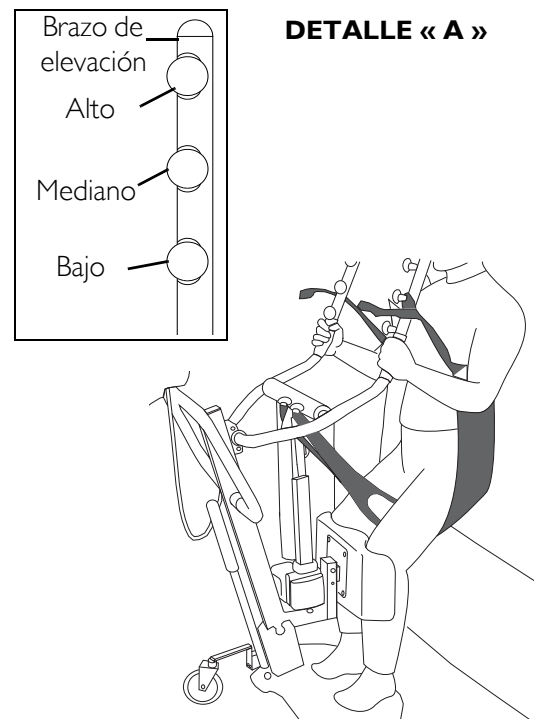
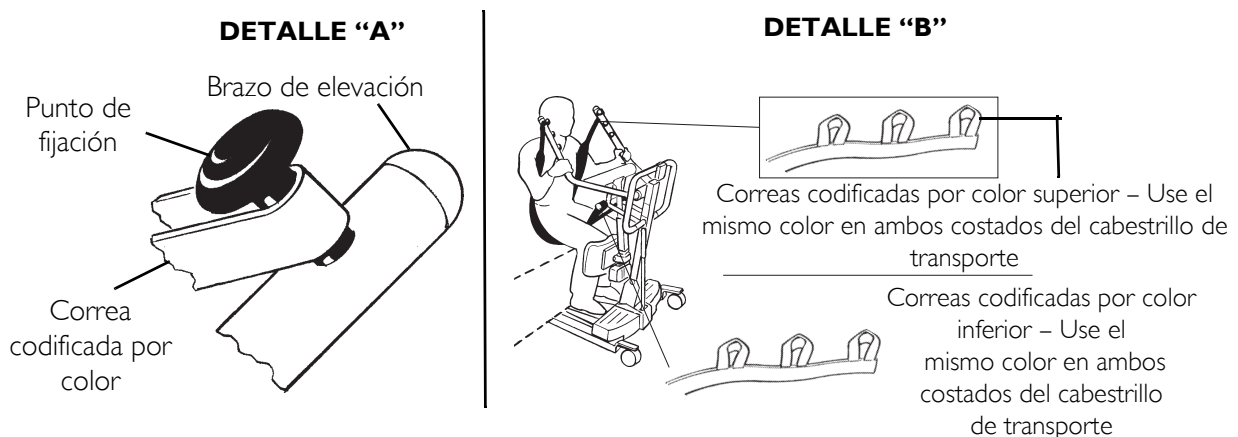

FIGURE 6.4 Uniendo las hondas a la elevación ascendente del soporte - Eslinga de transporte o transferencia
FIGURE 6.5 Uniendo las hondas a la elevación ascendente del soporte - Eslinga de transporte o transferencia
NOTA: Para este procedimiento, consulte la FIGURE 6.4 and FIGURE 6.5.
Asegúrese que las correas codificadas por color se ajusten correctamente a la perilla de fijación del ejemplo “A” FIGURE 6.5 on page 74, de lo contrario, pueden ocurrir lesiones o daños.
- El cabestrillo de transporte se envuelve alrededor del exterior de cada brazo de elevación. Consulte el ejemplo “B” de FIGURE 6.4 on page 73.
- La correa codificada por color más cercana al paciente se usa para mantener la estabilidad y comodidad. Consulte el ejemplo “B” de FIGURE 6.4 on page 73.
- La correa codificada por color se ajusta correctamente a la perilla de fijación. Consulte el ejemplo “B” de FIGURE 6.5.
- La misma correa codificada por color superior se usa en cada lado del cabestrillo de transporte. Consulte el ejemplo “A” de FIGURE 6.5.
- El mismo punto de fijación se utiliza en cada brazo de elevación. Consulte el ejemplo “B” de FIGURE 6.4 on page 73. Consulte el ejemplo “B” de FIGURE 6.5.